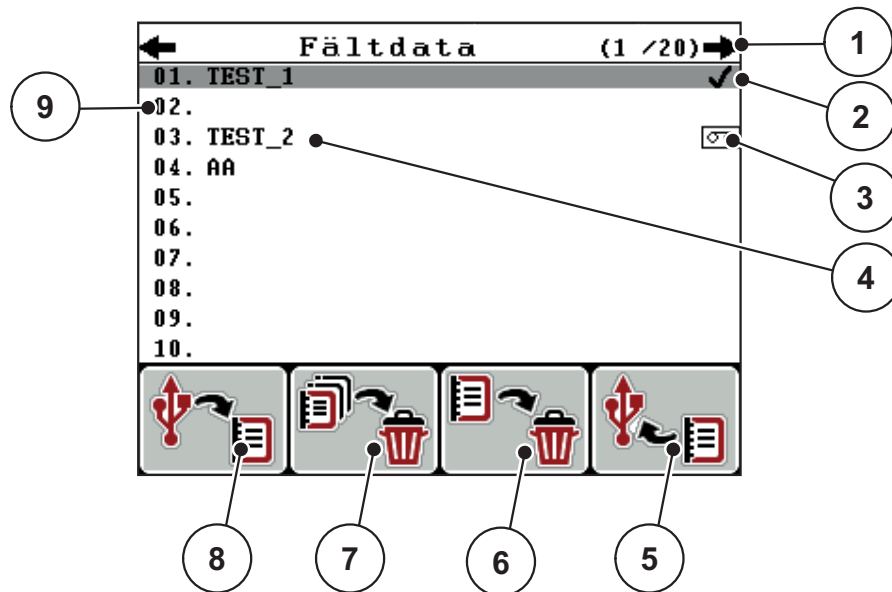

Bild 4.22: Meny Fältdata
2. Tryck på funktionsknappen **F1** (se Bild 4.22).
2. Tryck på funktionsknappen **F4** (se Bild 4.22).
3. Tryck på funktionsknappen **F3** under symbolen **Radera** (se Bild 4.22).
2. Tryck på funktionsknappen **F2** under symbolen **Radera alla** (se Bild 4.22).